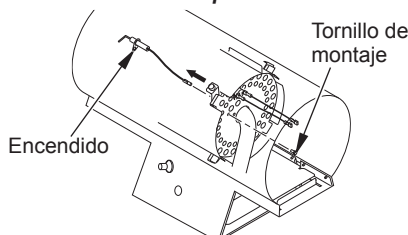

Figura 14 - Extracción del tornillo de montaje del encendido y el encendido
3. Quite de la cabeza posterior el tornillo de montaje del encendido utilizando un destornillador para tuercas o un destornillador convencional (consulte la figura 14, página 8).